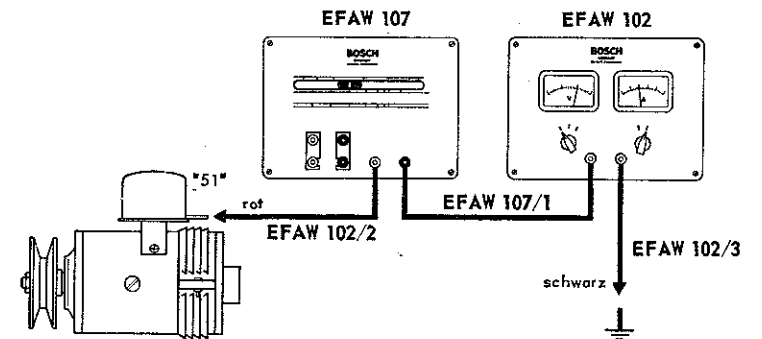

Bild 5
Dieses Prüfkabel besitzt 2 offene Kabelschuhe und dient zum Verbinden des Belastungswiderstandes mit dem Volt-Ampère-Tester EFAW 102 (siehe Bild 5).
b) Wird der Belastungswiderstand – etwa zur Messung des Belastungsstromes – zusammen **mit** dem Volt-Ampère-Tester EFAW 102 verwendet, so ist der Anschluß nach Bild 5 vorzunehmen. Hinweise über die Verwendung des Gerätes können der Bedienungsanleitung des Volt-Ampère-Testers EFAW 102 entnommen werden.